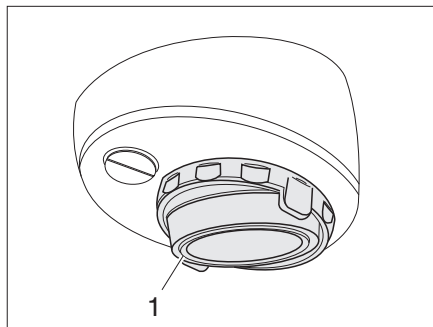
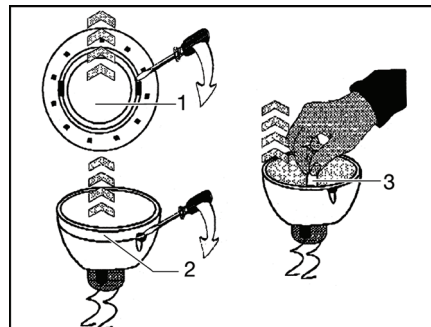

Bild 169 Halogenaufbauleuchte (schwenkbar)
Bild 170 Halogenglühlampe wechseln
- Inneren Abdeckring (Bild 169,3 bzw. Bild 170,1) mit einem geeigneten flachen Werkzeug (z. B. Schraubendreher) vom Gehäuse lösen.
- Abdeckring mit der Glasscheibe (Bild 169,2) abnehmen.
- Halogenglühlampe (Bild 170,2) entfernen.